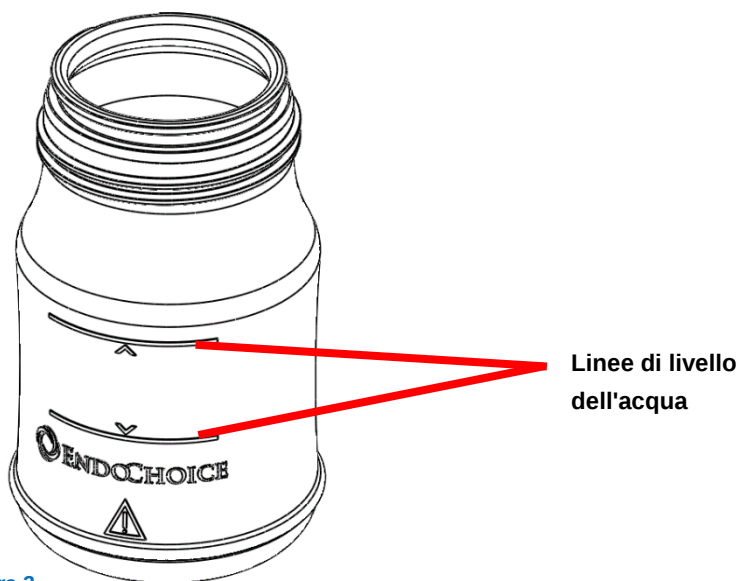

Figura 3.
- Se l'o-ring non è applicato correttamente e il tappo non è ben chiuso, l'insufflazione del gas e l'infusione dell'acqua potrebbero risultare impossibili (vedere la Figura 3).